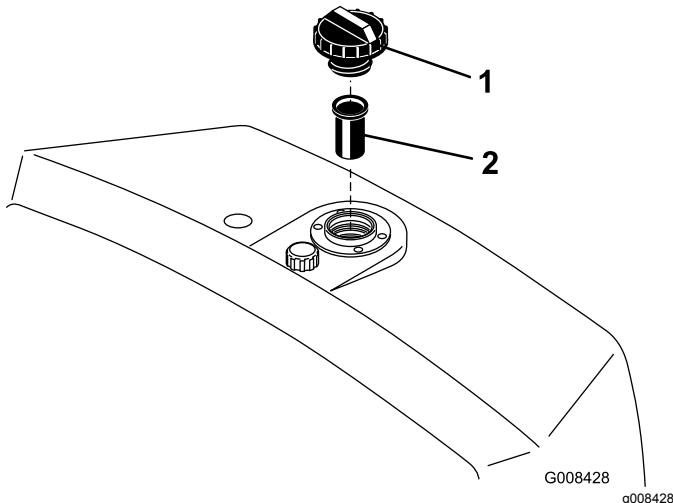

Figure 26
2. Retirez le bouchon du réservoir et vérifiez le niveau de liquide. L'huile doit arriver au bas de la crête dans le goulot de remplissage (Figure 26).